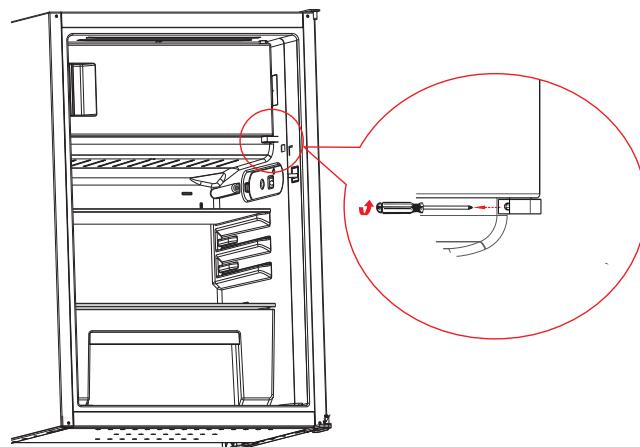

Rys. 3
- ▶ Lekko podnieś drzwi komory chłodzenia obiema rękami i wyciągnij drzwi komory chłodzenia z górnego zawiasu (rys. 3).